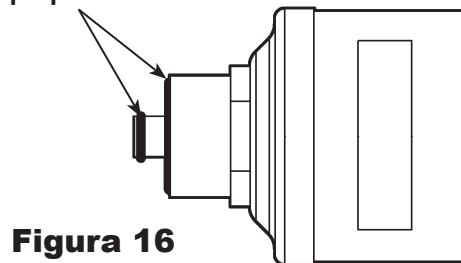

Figura 16
5. Consulte la Figura 16 a la vez que examina el nuevo filtro. Verifique que ambos empaques de anillo estén lubricados, ubicados correctamente en las ranuras según se indica y que no estén dañados. (Los empaques de anillo se han lubricado con aceite ISO6743-3 DVA / DVC).